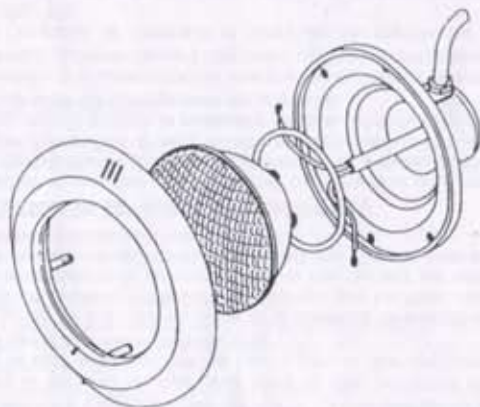

Fig. 3
- 1.3 Remove the bulb from the bulb housing and disconnect the terminals. (Fig. 3).
- 1.3 Extraire l'ampoule de l'intérieur du fond du projecteur et déconnecter les deux câbles. (Fig. 3).
- 1.3 Extraer la lámpara del interior del fondo foco y desconectar las terminales. (Fig. 3).
- 1.3 Estrarre la lampada dall'interno del fondo foco e disinserire i terminali. (Fig. 3).
- 1.3 Lampe aus dem Scheinwerferkörper herausnehmen und Kabel lösen. (Fig. 3).
- 1.3 Retirar a lâmpada do interior do foco e desligar os terminais. (Fig. 3).